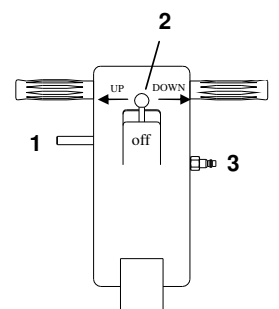

Fig. 4
- 3.2. El mástil tiene cuatro posiciones: Abatible o de transporte y embalaje (1). Fuera de servicio (2). Desplazamiento (3). De trabajo u horizontal (4). Cada una de ellas se consigue mediante el desenclavamiento del gatillo (1, fig. 4). El mástil no tiene otra finalidad que la de posicionar el gato o facilitar su traslado. No ejerza fuerza alguna sobre él.
- 3.6. Antes de conectar la manguera de la red de aire al enchufe (3), es preciso asegurarse de que el mando(2) del gato está en la posición de OFF (fig.4). La manguera de aire debe tener una sección igual a la del enchufe (3). Si se usan mangueras inusualmente largas, es preciso aumentar la presión de aire.
- 3.8. Una última operación a llevar a cabo, antes de utilizar el gato, es la de eliminar el posible aire introducido en el sistema oleoneumático durante el transporte. Para ello, y con la manguera de aire ya conectada al enchufe (3), lleve el mando de control (2, fig.4) hacia la posición DOWN manteniéndolo ahí durante unos segundos. Sitúelo a continuación en la posición UP para efectuar, sin carga, una elevación completa. Lleve después el mando de control (2) a la posición DOWN para hacer descender los pistones y así comprobar que la bajada se produce de forma uniforme, sin saltos. Si el descenso se realiza en cambio de forma irregular, repita el ciclo hasta comprobar que la bajada de los pistones se ejecuta de forma uniformemente suave. Ello significará que la operación de purga se ha llevado a cabo satisfactoriamente.
- 3.10. **Elevación.** Situado el gato debajo del punto de elevación del vehículo, y tenidas en cuenta todas las instrucciones de seguridad prescritas, se produce la elevación llevando el mando (2, fig.4) hacia la posición UP y manteniéndolo hasta que el vehículo ha sido elevado a la altura deseada. Introduzca de forma inmediata soportes metálicos u otro medio adecuado para sustentar el vehículo elevado.
- 3.11. **Descenso.** Compruebe que no hay obstáculos ni personas debajo del vehículo. Una vez completado el trabajo, quite los soportes mecánicos de sustentación elevando un poco el vehículo para facilitar su retirada. El descenso se ejecuta llevando el mando (2, fig.4) a la posición DOWN y manteniéndolo hasta completar la operación. Para evitar descensos bruscos, el gato está provisto de un sistema que regula y controla automáticamente el descenso (L.C.S).
- 3.12. Proceda a recoger los pistones empujando y manteniendo el mando (2, fig.4) en la posición DOWN hasta que estén totalmente introducidos.
- 4.2. Antes de ejecutar una operación de mantenimiento, es necesario desconectar la manguera de alimentación de aire del enchufe (3, fig.4) situado en el mástil.
- 3.2. The handle has four positions: Foldable for transportation and packing (1). Out of operation (2). Movement (3). In operation or horizontal (4). Each position is achieved by disengaging the trigger lever (1, Fig. 4). The purpose of the handle is to position the jack or simplify its movement. Do not exert any pressure on the handle.
- 3.6. Prior to connecting the air supply hose (3), it is necessary to check that the control lever (2) is in the OFF position (Fig.4). The air hose should have the same section as that of the connector (3). If unusually long hoses are used, the air pressure should be increased.
- 3.8. A final operation to be performed prior to using the jack is the elimination of any air that may have entered the hydraulic system during transportation. With the air hose connected (3), push the control lever (2, Fig.4) towards the DOWN position, holding it there for some seconds. Move the control lever to the UP position to complete a load free lifting cycle. Move the control lever (2) to the DOWN position to retract the pistons and hence check that the lowering action is performed steadily without any jerking movements. If the lowering action is unsteady, repeat the cycle until the lowering of the pistons is completed in a steady and uniform way. This will show that the draining operation has been successfully completed.
- 3.10. **Lifting** Positioning the jack under the lifting point of the vehicle, and following all of the safety instructions described, the lifting operation is performed by moving the to lever control (2, Fig.4) to the UP position and holding it there until the vehicle has been lifted to the desired height. Immediately place metal stands or another appropriate method to support the elevated vehicle.
completed, remove the mechanical support stands by lifting the vehicle slightly in order to simplify their removal. Lowering is performed by moving the handle (2, Fig.4) to the DOWN position and maintaining it until the operation is completed. To avoid brusque lowering operations, the jack is fitted with a system which automatically regulates and controls the lowering operation (L.C.S.).
- 3.12. Proceed to retract the pistons by pushing and holding the handle (2, fig.4) in the DOWN position until they are fully introduced.
- 4.2. Before performing any maintenance operation, disconnect the air supply hose from the connection (3, Fig.4) located in the handle.
- 3.2. Le levier de manœuvre a quatre positions : rabattable ou de transport/emballage (1). Hors service (2). Déplacement (3). De travail ou horizontale (4). Pour changer de position, il faut toujours déverrouiller la gâchette (1, fig. 4). Le levier de manœuvre sert uniquement à positionner le cric et à faciliter son déplacement. N'exercer aucune force sur le levier.
- 3.6. Avant de brancher le flexible du réseau d'air au raccord (3), il est nécessaire de s'assurer que le levier de commande (2) du cric se trouve en position OFF (fig. 4). La section du flexible d'air doit être la même que celle du raccord (3). Si des flexibles anormalement longs sont utilisés, il est nécessaire d'augmenter la pression de l'air.
- 3.8. La dernière opération à réaliser avant d'utiliser le cric consiste à éliminer l'air qui s'est éventuellement introduit dans le système oléopneumatique pendant le transport. Pour ce faire, le flexible d'air étant déjà branché au raccord (3), mettre le levier de commande (2, fig. 4) en position DOWN et le maintenir pendant quelques instants. Puis placer ce levier en position UP pour effectuer un cycle complet de levage sans charge. Remettre ensuite le levier de commande (2) en position DOWN pour faire descendre les pistons et s'assurer ainsi que la descente se réalise de manière uniforme, sans à coups. Si la descente s'effectue au contraire de façon irrégulière, refaire un nouveau cycle de levage jusqu'à ce que la descente des pistons s'effectue d'une manière uniformément douce. Ceci signifie que l'opération de purge a été réalisée de façon satisfaisante.
- 3.10. **Élévation.** Le cric étant situé sous le point de levage du véhicule, et toutes les consignes de sécurité prescrites étant observées, l'élévation se produit en mettant le levier de commande (2, fig. 4) en position UP et en le maintenant dans cette position jusqu'à ce que le véhicule soit levé à la hauteur souhaitée. Introduire immédiatement des supports métalliques ou autres moyens appropriés afin de soutenir le véhicule soulevé.
- 3.11. **Descente.** S'assurer qu'aucun obstacle ou personne ne se trouve sous le véhicule. Le travail étant terminé, retirer les supports mécaniques de soutien en soulevant légèrement le véhicule afin d'en faciliter le retrait. La descente s'exécute en mettant le levier de commande (2, fig. 4) en position DOWN et en le maintenant dans cette position jusqu'au terme de l'opération. Pour éviter tout mouvement brusque, le cric est équipé d'un système chargé de régler et de contrôler automatiquement la descente (L.C.S).
- 3.12. Faire rentrer les pistons en poussant et en maintenant le levier de commande (2, fig. 4) en position DOWN jusqu'à ce que ceux-ci soient totalement rentrés.
- 4.2. Avant d'entreprendre une opération de maintenance quelconque, il est nécessaire de débrancher le flexible d'alimentation en air du raccord (3, fig. 4) situé sur le levier de manœuvre.
- 3.2. Der Hebel hat vier Positionen: Klappbar oder für Transport und Verpackung (1). Nicht in Betrieb (2). Platzveränderung (3). Arbeits- oder waagrechte Stellung (4). Jede dieser Positionen wird durch Entsperrn des Sperrriegels eingestellt (1, Abb. 4). Der Hebel hat nur die Aufgabe, die Hebewinde in Stellung zu bringen oder ihre Platzveränderung zu erleichtern. Üben Sie keinerlei Kraft darauf aus.
- 3.6. Bevor der Luftschlauch an den Stecker (3) angeschlossen wird, muss sichergestellt werden, dass der Bedienknopf (2) der Hebewinde auf OFF steht (Abb. 4). Der Luftschlauch muss denselben Querschnitt haben, wie der Stecker (3.) Wenn besonders lange Schläuche verwendet werden, muss der Luftdruck erhöht werden.